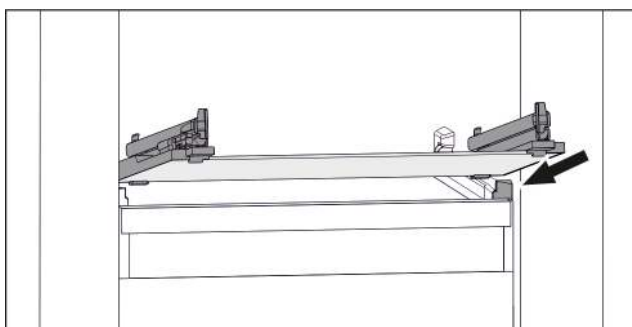

Fig. 89 Примерное отображение стеклнной пластины
- Наклоняя вниз, установите стеклнную пластину за стопоры. (см. Fig. 89)